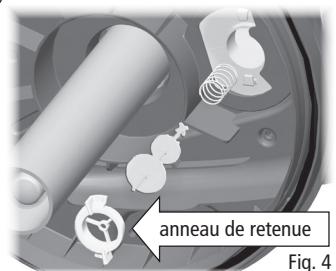
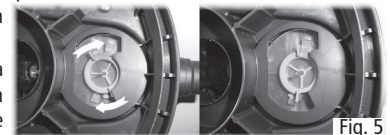

Fig. 4
Fig. 5
7. Enlever tous les blocs de mousse (M) en même temps, en soulevant le tube intérieur grillagé et le plateau de soutien des blocs de mousse (N).
8. Sortir les blocs de mousse (M) du cône et de son support (N), puis les rincer avec de l'eau du bassin ou les remplacer au besoin.
9. Rincer la masse filtrante biologique située dans la section inférieure du boîtier du filtre (Q) avec de l'eau du bassin ou la remplacer, au besoin. Le filtre Pressure-Flo 1000/3000 UV-C n'a pas de module de masse filtrante biologique.
10. Nettoyer le boîtier du filtre (Q) avec de l'eau, en particulier autour du bord supérieur, là où est posée la bague d'étanchéité du couvercle (P).
11. Au besoin, nettoyer l'indicateur de nettoyage (U) après l'avoir désassemblé (la commande de sélection (V) doit être au « mode de filtration »). Suivre les étapes suivantes : 1) Enlever la bride de retenue (E) en faisant tourner en sens inverse des aiguilles d'une montre, 2) Retirer l'indicateur et son ressort. Rincer toutes les pièces dans l'eau et les réassembler avec soin (Fig. 4 et Fig. 5).
12. Inspecter et nettoyer les deux lames de nettoyage (L) et les tiges. Au besoin, remplacer les lames par des nouvelles. Chaque lame peut facilement être détachée de la tige en dévissant la vis au milieu.
14. Réassembler l'appareil avec soin. S'assurer que la masse filtrante biologique ne perturbe pas le support des blocs de mousse (N) et qu'il est remis en état correctement.